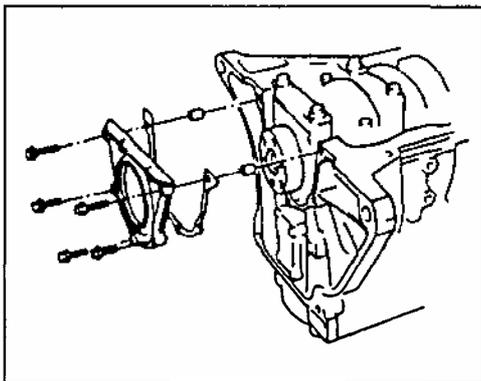

Рис. 147
- 7) Снимите корпус заднего сальника (Рис. 147).